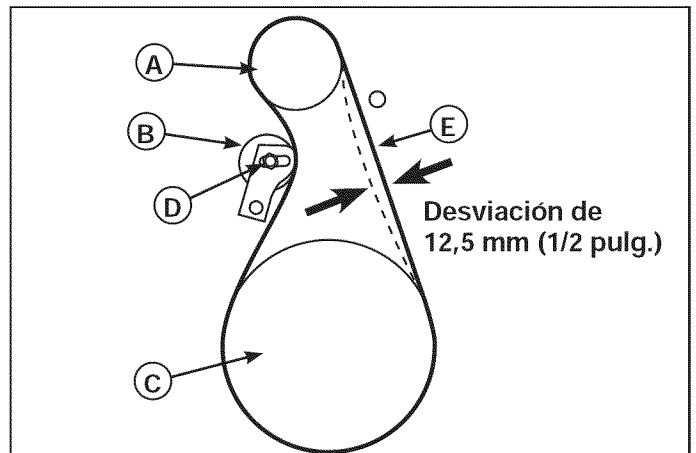

Figura 41. Desviación de la correa del tornillo sinfín
3. Afloje la tuerca (D, Figura 41) sobre la polea tensora del tornillo sinfín (B) y mueva la polea tensora del tornillo sinfín hacia la correa aproximadamente 3 mm (1/8 de pulg.).
4. Apriete la tuerca (D).